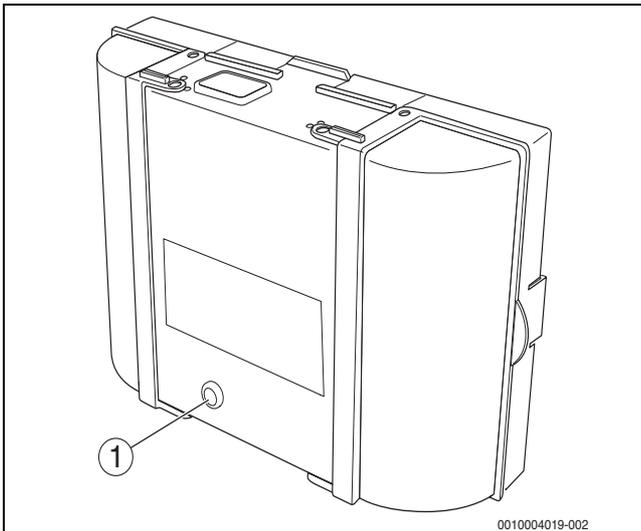

Bild 84 Störungen am Feuerungsautomaten zurücksetzen
- ▶ Taste „Entstören“ am Feuerungsautomaten drücken (→ Bild 84).